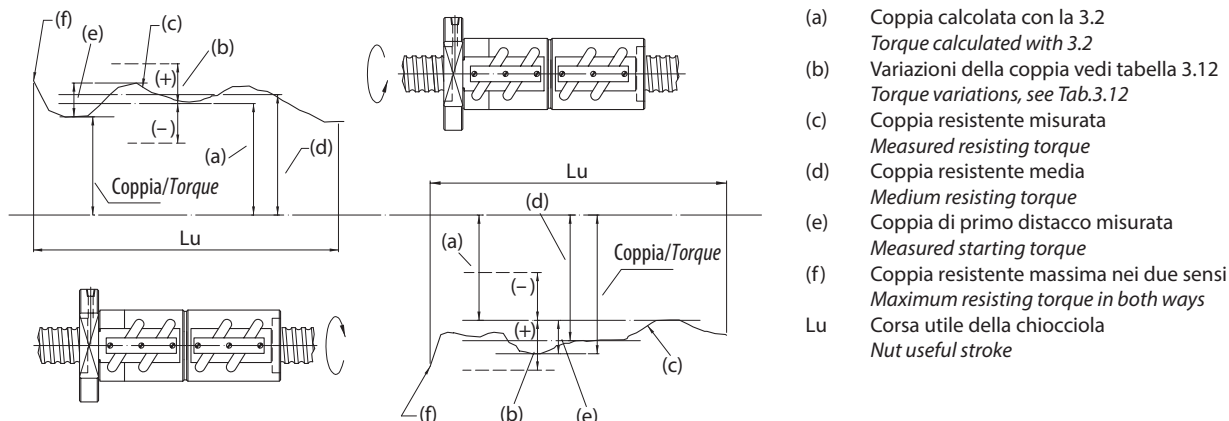

Fig. 3.18 Nomenclatura per la misurazione delle coppie resistenti
Il precarico genera una coppia di attrito tra chiocciola e vite. Tale coppia si misura facendo girare la vite a velocità costante evitando la rotazione della chiocciola tramite un dispositivo di bloccaggio (cfr. Fig. 3.18). La forza  $F_{Pr}$  misurata dal sensore di forza viene utilizzata per calcolare la coppia all'albero dovuta al precarico.
**(1) Measuring method**
*The preload generates a friction torque between nut and screw. That torque is measured by moving the screw at a constant speed avoiding the rotation of the nut by a blocking device (cfr. Fig. 3.18).*
**(3) Il risultato della misurazione** è evidenziato tramite la rappresentazione standard della coppia di precarico; la nomenclatura è riportata in Fig. 3.18.
**(3) The result of the measuring** is highlighted by the standard representation of the preload torque; the naming is shown in Fig. 3.18.
**(4) Le variazioni della coppia dovuta al precarico**